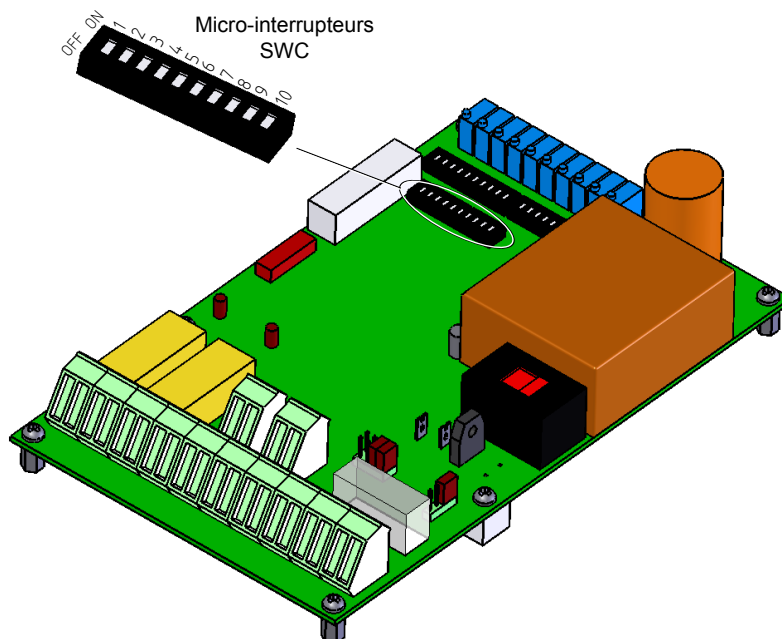

Figure 3–2 Emplacement des Micro-interrupteurs SWC
- Pour l'ajustement des seuils de détection U_{level1} et U_{level2} , les micro-interrupteurs SWC3 et SWC4, visibles à la *figure 3–2*, doivent être en position ON.
- Pour l'ajustement des seuils de détection U_{level3} et U_{level4} , il faut relier $U_{O/P level3}$ et $U_{O/P level4}$ à $U_{O/P}$ en vérifiant que le signal de test passe bien par C1 (voir *Annexe A*), après avoir connecté les cavaliers JP37 et JP38. Ces cavaliers sont montrés à la *figure 3–4*.